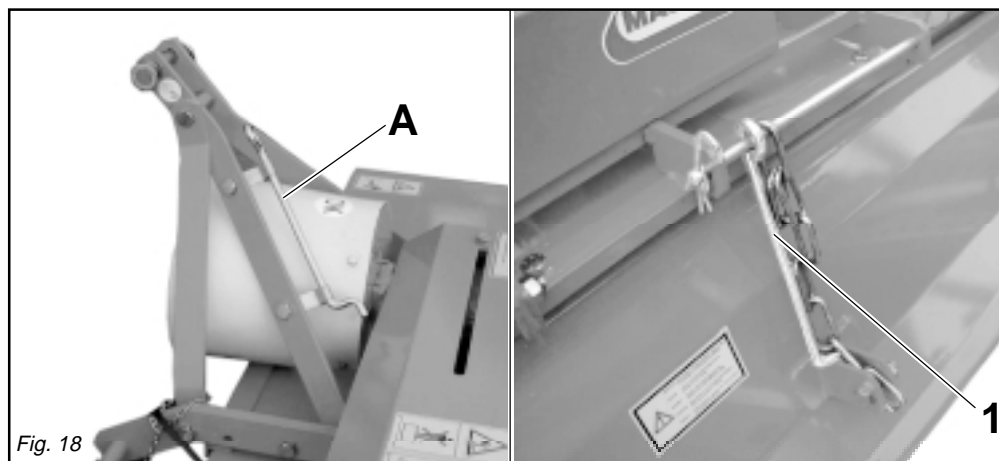

Fig. 18
- 2) Nel caso che la macchina sia dotata di catena, posizionare l'asta antiribaltamento «A» come in figura (1 Fig. 18).
- 2) If the machine has a chain, position safety rod «A» as shown in the figure (1 Fig. 18).
- 2) Falls die Maschine mit Kette ausgerüstet ist, muss die Kippschutzstange «A» wie in der Abbildung (1 Abb. 18) angeordnet werden.
- 2) Si la machine est dotée d'une chaîne, placer la tige anti-retournement «A» comme dans la figure (1 Fig. 18).
- 2) Si la máquina posee cadena, posicionar la barra antivuelco «A» como se ve en la figura (1 Fig. 18).